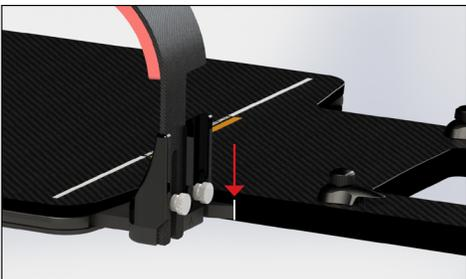

Fig. 2
4. Con una matita, eseguire una piccola linea verticale nel punto in cui la punta dello Shoulder-Loc si allinea sul dispositivo (Fig. 2).